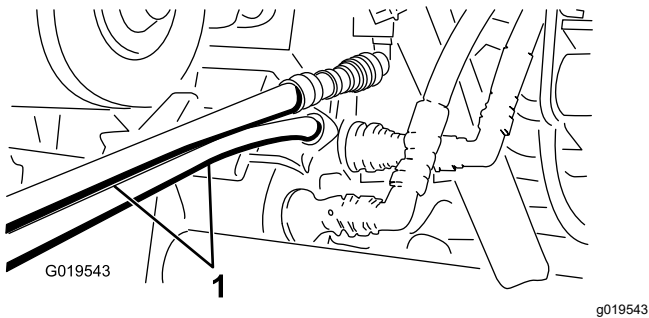

图 75
5. 在另一台机器上将 2 个软管连接至仍在联轴器支架上的联轴器将顶部软管连接到顶部联轴器将底部软管连接至底部联轴器图 75。